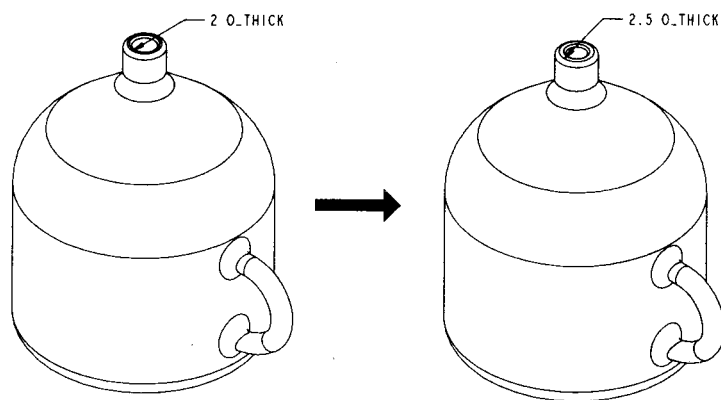

图 1.14
(3) 增加水壶的强度：如图 1.14 所示，我们可修改薄壳壁厚，以增加水壶的强度。